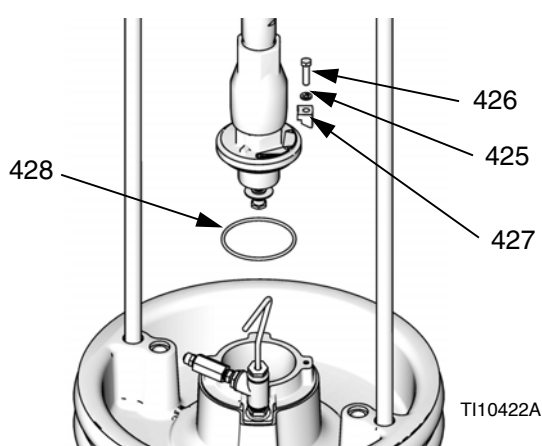

Рис. 19: Монтажный комплект для опорной емкости на 55 и 30 галлонов
1. Установите на опорную емкость кольцевое уплотнение (428) из монтажного комплекта 255392. Поместите поршневой насос на опорную емкость, если он крепится к ней. См. Рис. 19.
2. Закрепите фланец входного отверстия насоса с помощью винтов (426), шайб (425) и зажимов (427) из монтажного комплекта 255392.